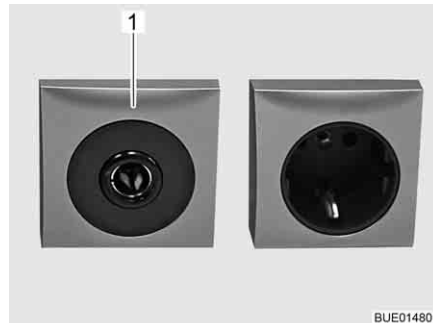

Fig. 152 Prise de courant 12 V/10 A
- ▷ Ne brancher aux prises de courant (Fig. 152,1) du réseau de bord 12 V que des appareils de maximum 10 A.